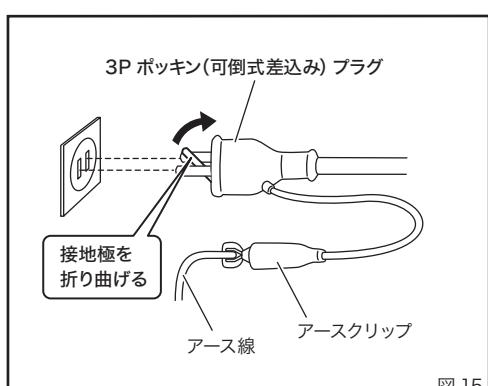

図 15
7. 使用する電源について（図 15）
- ・アースは、接地極のある電源コンセントに 3P ポッキンプラグ（接地極付プラグ）を差し込んで行ってください。接地極のない電源コンセントに接続するときは、接地極を折り曲げて電源コンセントに差し込み、アースクリップを使用してください。（図 15）